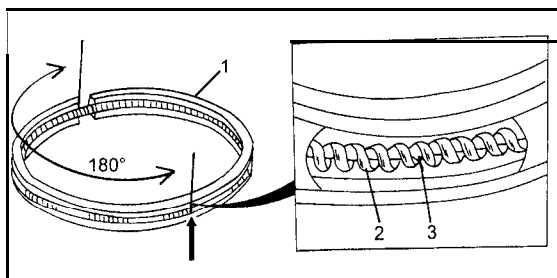

Bild 72
- Kolbenringstösse in gleichmässigen Abständen von 120° auf dem Umfang des Kolbens verteilen. Kontrollieren, dass die Kennzeichnung „Top“ oder der Name des Herstellers nach Aufsetzen der Kolbenringe von der Oberseite aus lesbar ist. Den mehrteiligen Ölabbstreifring so verdrehen, dass die Federenden um 180° vom Ringstoss versetzt sind. Vor dem weiteren Zusammenbau die so aufgelegten Kolbenringe anhand von Bild 71 nochmals kontrollieren. Bild 72 zeigt einen Schnitt durch einen zusammen-